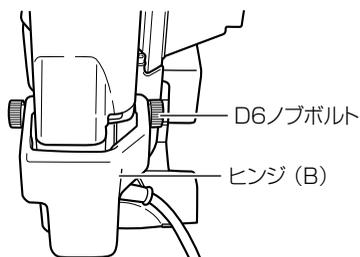

図 35
- (3) ヒンジ (B) の両側から D6 ノブボルト (2 本) を締付け、本体を固定します。この際、図中左側の D6 ノブボルトから締付けてください。(図 35)
- (4) 定置式スタンド取付後、各部の精度を調整してください。詳細は、14 ページ「各部の調整」の項を参照してください。